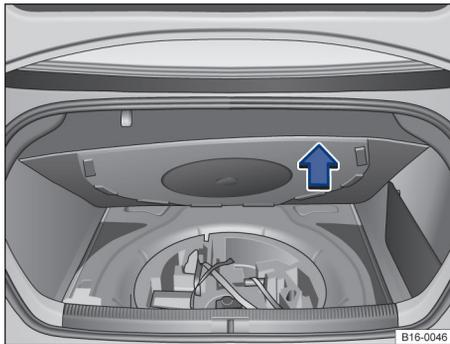

Fig. 180 En el maletero, debajo del recubrimiento del piso: rueda de repuesto y herramientas de a bordo.
- Levante el recubrimiento del piso ⇒ fig. 180 (flecha) y extráigalo si fuera necesario.